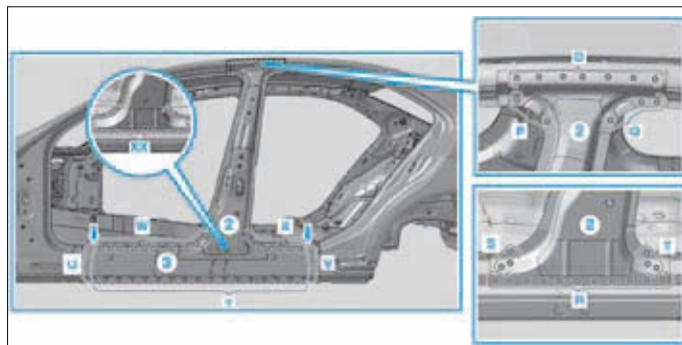

FIG. 74
- Fraisier les points de soudure dans les zones (O, P, Q, R, S, T, W, X et Y) (Fig.74).